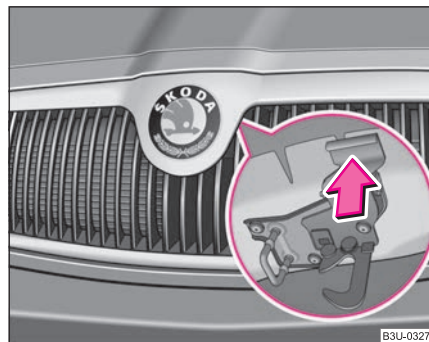

Fig. 173 Grilajul radiatorului: Mâner
- Apăsăți siguranța ⇒ fig. 173 și deschideți capota motorului.